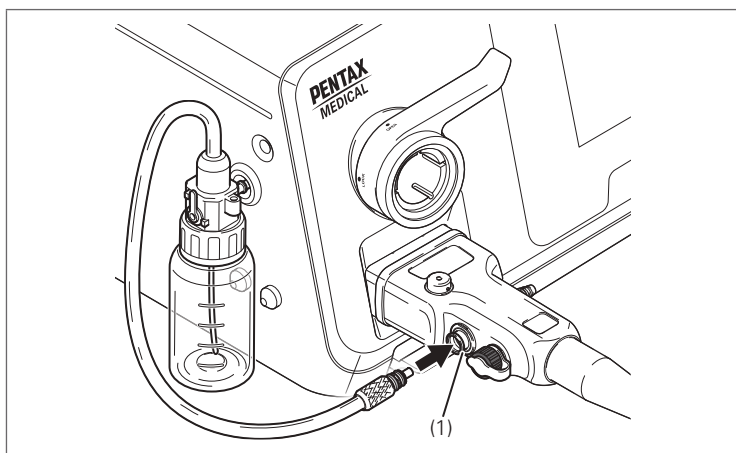

Figura 4.13
5. Cuplați conectorul pentru aer/apă al ansamblului recipientului pentru apă (OS-H5) la portul pentru aer/apă al endoscopului (Figura 4.13).